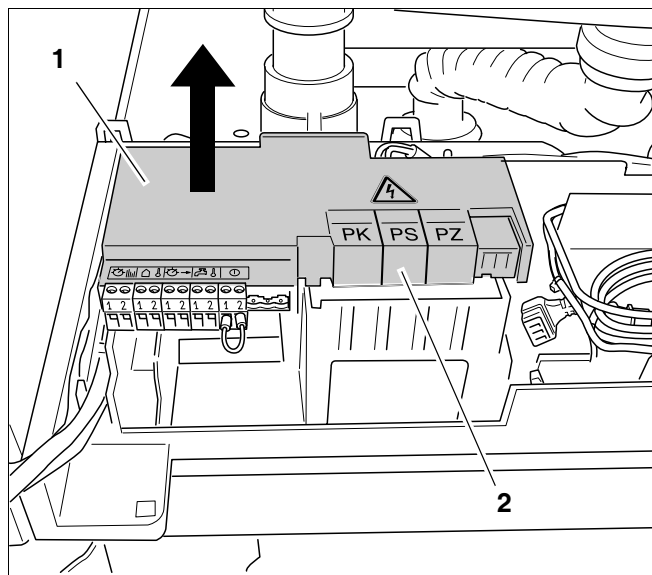

fig. 9 Afdekkap aansluitkast verwijderen
- Verwijder de grijze afdekkap van de aansluitkast (fig. 9, pos. 1).
- Verwijder met een zijknijptang ter plaatse van de aansluiting "PS" het kunststof ter grootte van de stekker van de 230V-voedingskabel van de pomp (fig. 9, pos. 2).